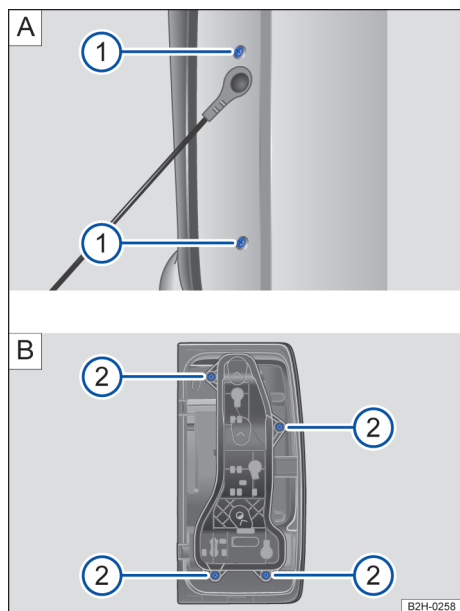

Fig. 151 A: lateralmente no compartimento de carga: remover a lanterna traseira. B: soltar o suporte da lâmpada.
→ Fig. 151 e → Fig. 152
- 3 Remover dois parafusos de cabeça philips/Torx com a chave de fenda da ferramenta de bordo → Fig. 151 1 A.
- 6 Desrosquear quatro parafusos de cabeça philips com a chave de fenda da ferramenta de bordo → Fig. 151 2 B.
- 10 Segurar a lanterna traseira na posição de instalação com uma das mãos e apertar os parafusos de fixação com a outra mão → Fig. 151 2 B.
- 13 Apertar dois parafusos de cabeça philips/Torx com a chave de fenda da ferramenta de bordo → Fig. 151 1 A.